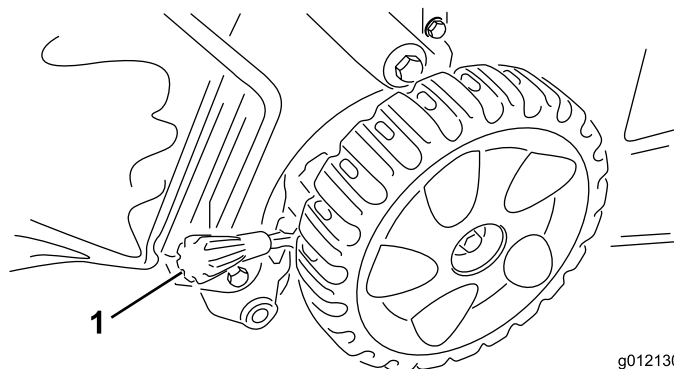

Bild 10
**Hinweis:** Wenn Sie das Mähwerk anheben möchten, schieben Sie den Einstellhebel für die Schnitthöhe nach vorne. Schieben Sie den Hebel nach hinten, um das Mähwerk abzusenken (Bild 10).